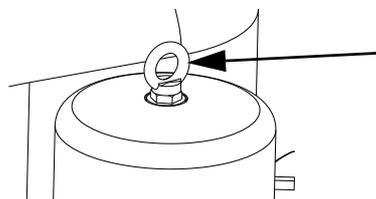

Fig. 29 Anneau de levage
- Dévisser l'anneau de levage et l'écrou en haut du moteur. Voir fig. 29.